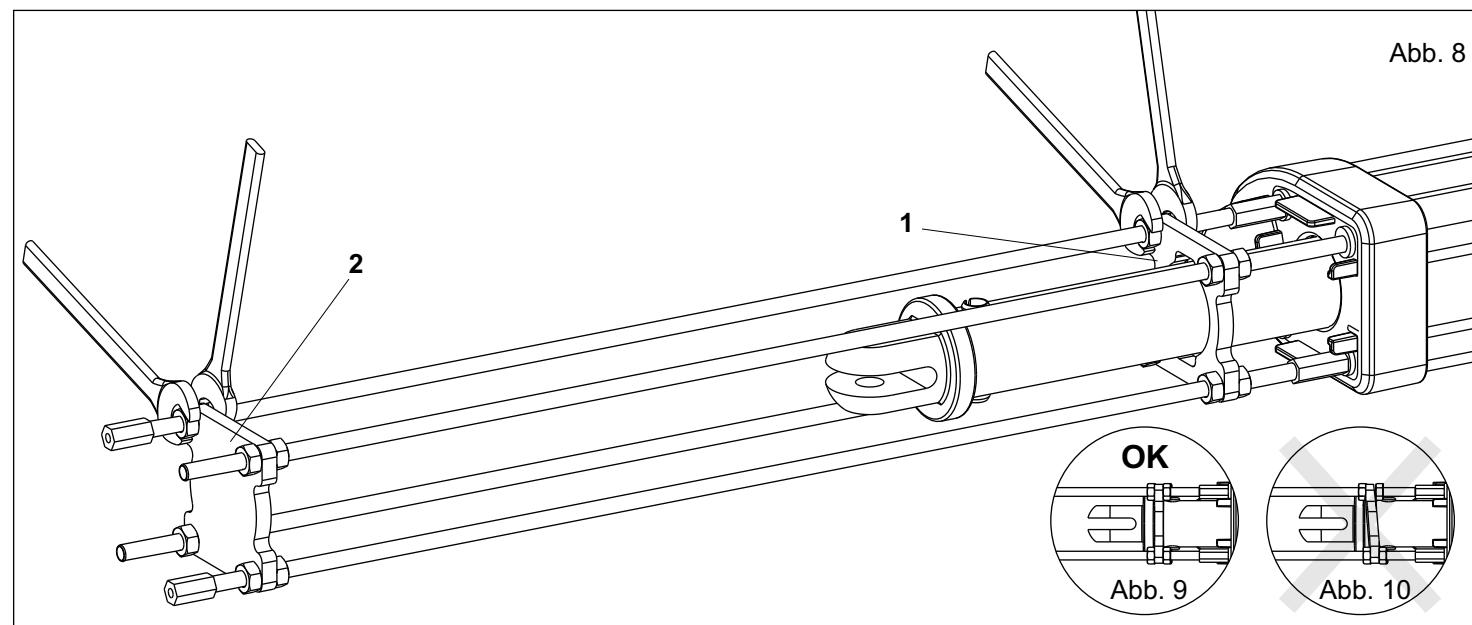

Abb. 8
8. Den mechanischen Anschlag mit den dafür vorgesehenen Muttern entsprechend ihrer Bedürfnisse einstellen, (Abb. 8).